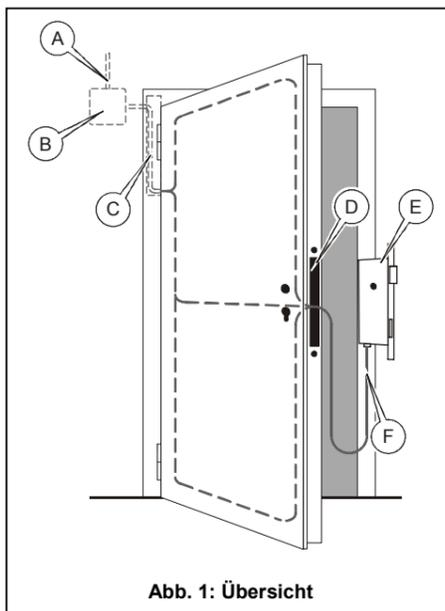

Abb. 1: Übersicht
- 2.1 Kabelverlauf sowie der Freiraum in der Schlosstasche (D) sind so zu bemessen (Abb.4), dass Beschädigungen des Kabels (F) ausgeschlossen sind (Abb.1).
- 2.5 Auf der Bandseite der Tür muss ein flexibler Kabelübergang (C) so installiert sein, dass das Kabel in keiner Türstellung beschädigt werden kann (Abb.1).
- 3.1 Anschlusskabel so verlegen (Abb.1), dass sich in der Schlosstasche (D), zur besseren Demontage des Schlosses (E), eine Kabelschleife bildet.
- 3.3 Beim Einsetzen des Schlosses (E) (Abb.1) ist darauf zu achten, dass keine Beschädigung des Anschlusskabels (F) durch die Befestigungsschrauben des Beschlages etc. auftreten kann.
- 3.5 Anschlusskabel in der Anschlussdose (B) o.ä. mit der Zuleitung (A) (Abb.1) bzw. Ansteuerung verbinden (Abb.7-9) und eine Funktionskontrolle durchführen.